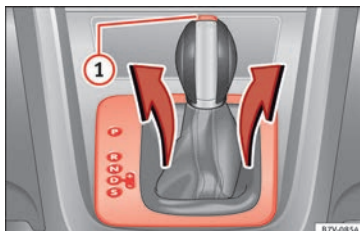

Abb. 49 Abdeckung der Schaltkulisse abbauen.
- Abdeckung im Bereich der Wählhebelsmanschette nach oben ziehen »» **Abb. 49**.
- Sperrtaste »» **Abb. 49**  im Wählhebelgriff drücken und Wählhebel in Stellung **N** bringen.